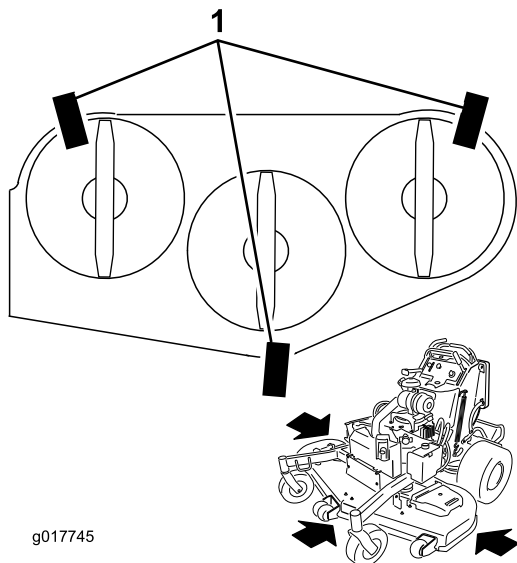

Figura 93
1. Coloque 3 listones de madera de 5x10 cm (2x4 pulgada) debajo de la carcasa del cortacésped, según se muestra en Figura 93. Coloque los listones de 5x10 sobre el lado de 10 cm (4 pulg.).